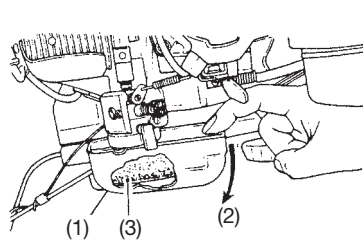

Abb. 9
- 1) Das Luftfilterelement mit Seifenwasser reinigen und vor dem erneuten Einsetzen trocknen (Abb. 9).